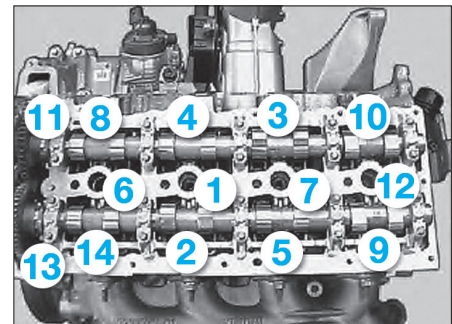

Fig. 103
- Resserrer les vis du porte-arbre à cames dans l'ordre indiqué (Fig.103).